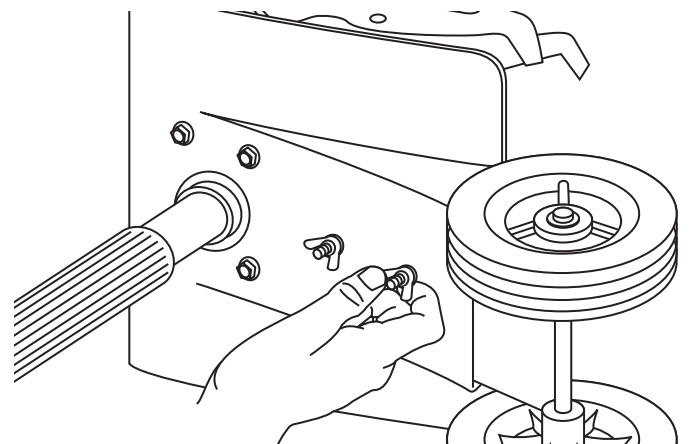

Figure 3
4. Assurez-vous que l'épaulement droit des boulons traverse les trous allongés du support de roue. Serrez les écrous papillon (Fig. 3).